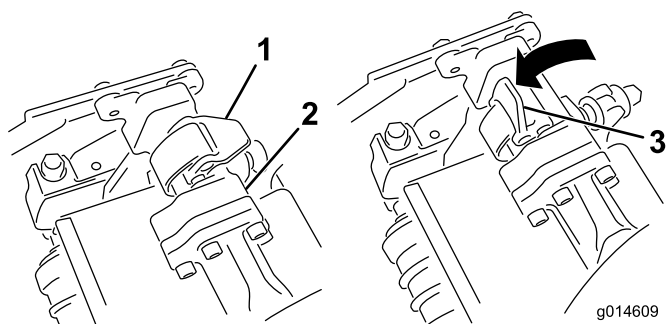
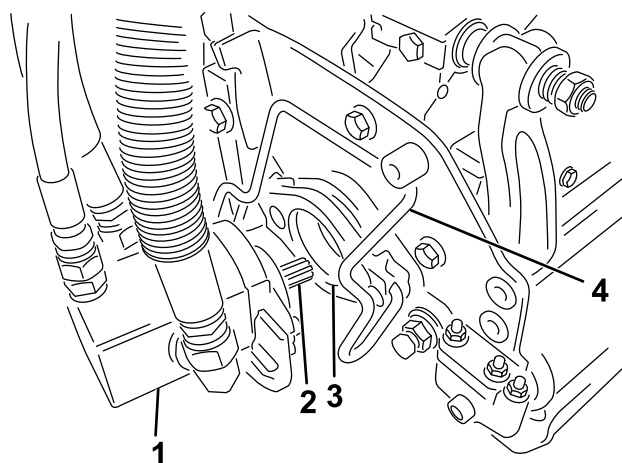

Bild 33
Bild 34
3. Die Riegel an der Aufhängearmstange müssen nach oben zeigen (d. h. offen) (Bild 33); drücken Sie den Aufhängearm dann so nach unten, dass die Stange über die Stange an der Oberseite des Mähwerks passt (Bild 34).
- Drücken Sie die Riegel nach unten und um die Mähwerkstange und arretieren sie (Bild 33).
4. Öffnen Sie die Riegel an der Aufhängearmstange des Mähwerks, das Sie entfernen möchten (Bild 33).